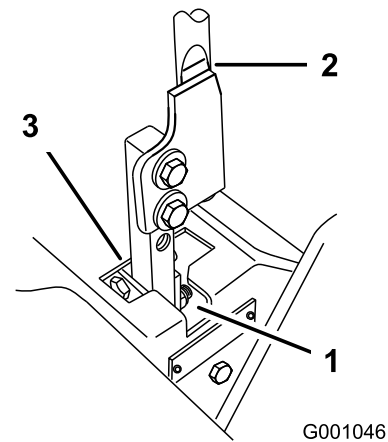

Figura 72
5. Mueva la palanca a la posición de punto muerto, pero **no a la posición de bloqueo** (Figura 72).
6. Tire hacia atrás de la palanca hasta que el pasador (en el brazo debajo del eje pivotante) entre en contacto con el extremo de la ranura (empezando justo a tensar el muelle) (Figura 72).
7. Compruebe la posición de la palanca de control con relación a la muesca de la consola (Figura 72). Debe estar centrada para que la palanca pueda girar hacia fuera a la posición de bloqueo/punto muerto.